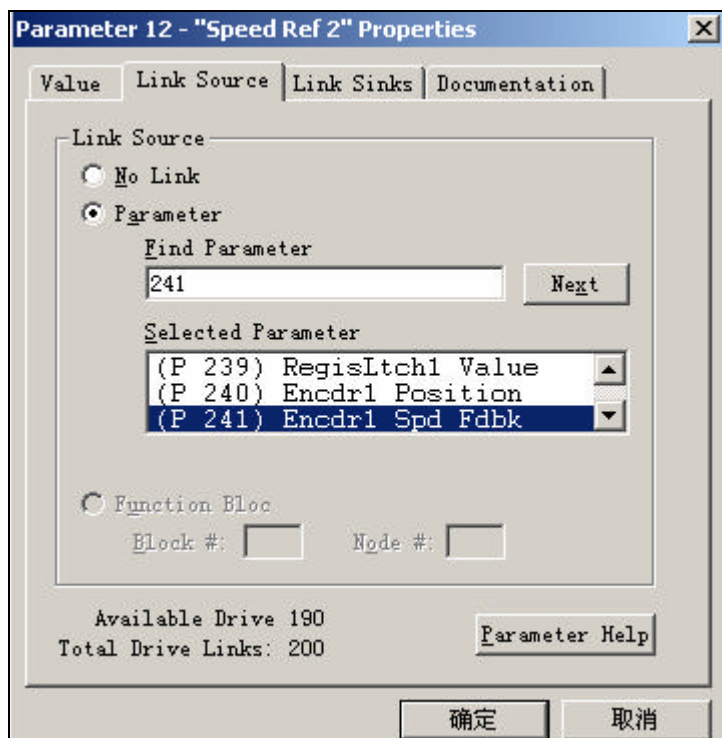

图 6-15 设置参数连接
(1) 连接变频器的实验过程与上一实验中实验设置的步骤 1) 至步骤 4) 相同，在此不赘述。
(2) 设定参数连接，双击参数 12[Speed Ref 2]，此时，屏幕上会显示参数对话框。点击 Link Source 标签，然后进行参数选择。设置这个连接的目的是将手轮编码器反馈的速度作为速度给定 2，操作过程如图 6-15 所示。